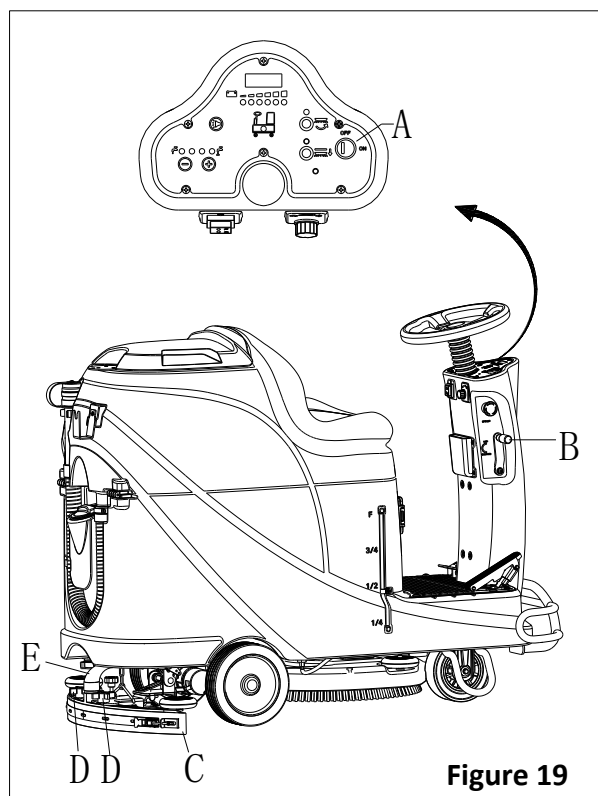
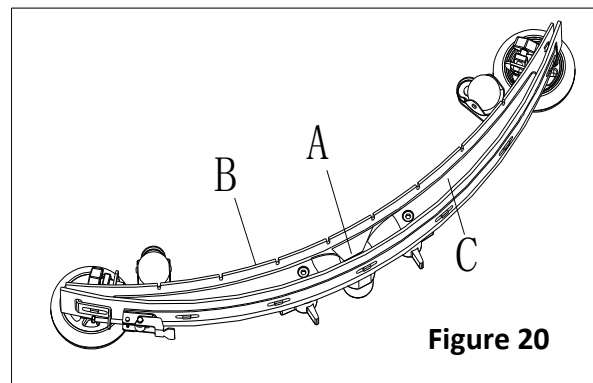

Figure 19
Figure 20
2. Tourner la clé de contact (A, Figure 19) vers « arrêt ».
3. Abaisser la raclette (B) à l'aide du levier (C).
4. Desserrer les boutons (D) et retirer la raclette.
5. Déconnecter le tuyau d'aspiration (E) de la raclette.
6. Nettoyer la raclette en acier ou aluminium, en particulier les compartiments (A, Figure 20) et les trous (B). Vérifier l'intégrité, s'il y a des coupures et des déchirures de la lame avant (B) et de la lame arrière (C), le cas échéant, les remplacer selon les procédures décrites dans le paragraphe suivant.